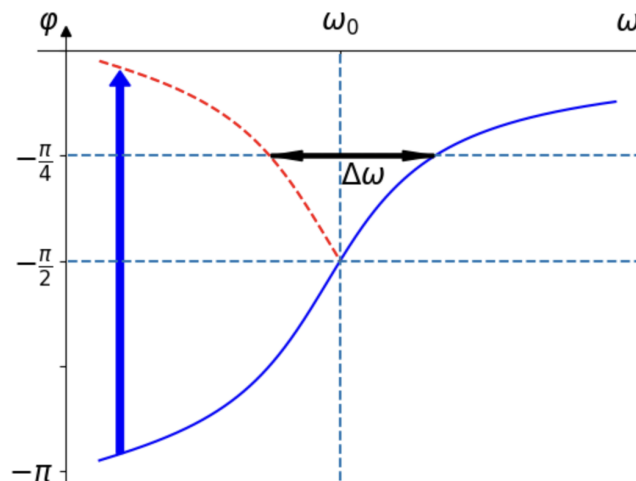

Рис. 5: Схема расчета добротности контура из ФЧХ
9. Для того чтобы определить добротность контура по ФЧХ, нужно провести следующие действия (смотри рис. 5). Постройте зависимость разности фаз от циклической частоты сигнала. Отметьте горизонтальной линией уровень, соответствующий разности фаз $-\pi/2$. Зеркально отразите нижнюю часть зависимости относительно проведенной горизонтальной линии (на рисунке отмечено красной пунктирной линией). Измерьте $\Delta\omega$ на уровне $-\pi/4$, как изображено на рисунке 5. Добротность контура вычисляется по формуле